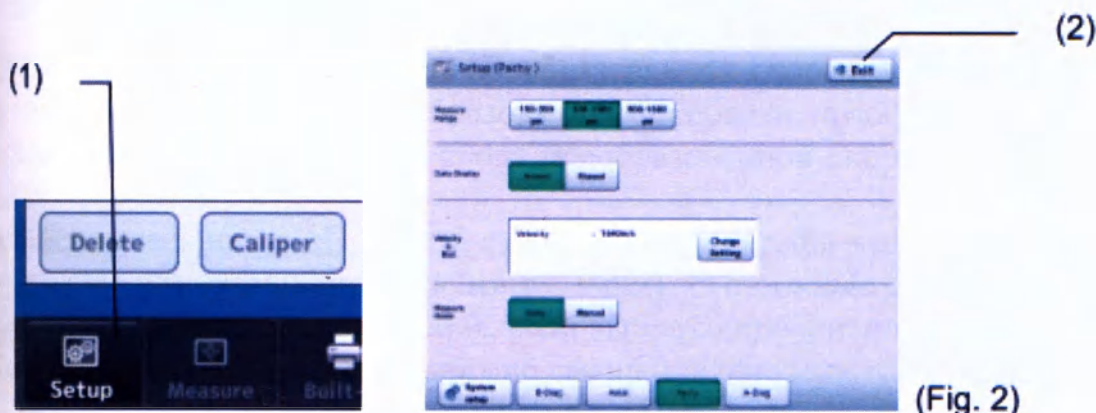

Рисунок 2
Нажмите кнопку «Настройка» (1), чтобы показать экран Настройки (Ультразвуковая пахиметрия). (Рисунок 2). Настройте элементы, связанные с рабочими условиями. Нажмите кнопку «Выход» (2) после завершения настройки, чтобы применить выбранные значения и возвратиться к экрану измерения (Рисунок 1).